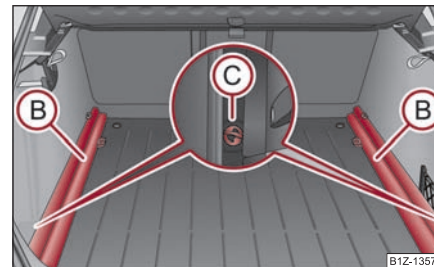

Fig. 102 Portbagajul:
- Deblocați șinele (B) rotind inelul de fixare (C) spre dreapta cca. 90° ⇒ fig. 102.